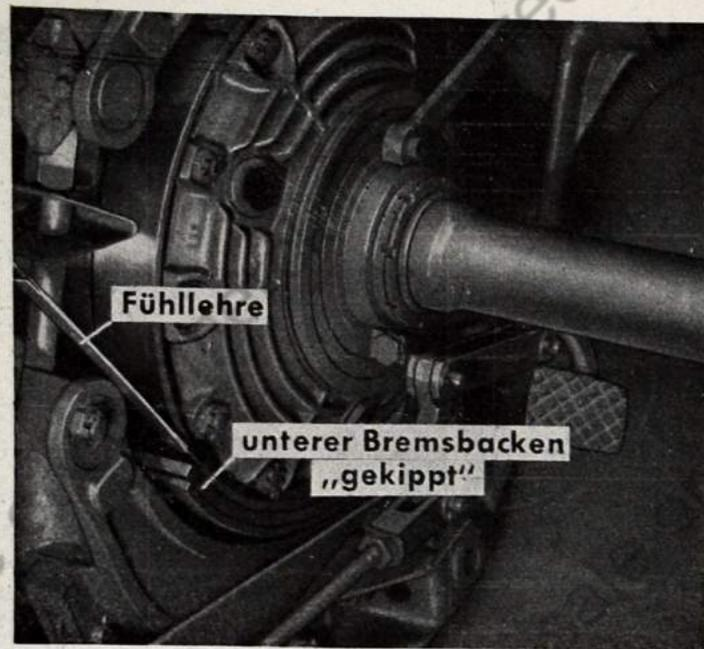

Bild 8
18. Die unteren Bremsbacken „kippen“. Erforderliche Luft von 1,3 mm mit Fühllehre prüfen. Bei zu wenig Luft ist die „obere Einstellmutter“ zu stark angezogen worden. (Bild 8 sinngemäß auf Lenkbremse übertragen.)